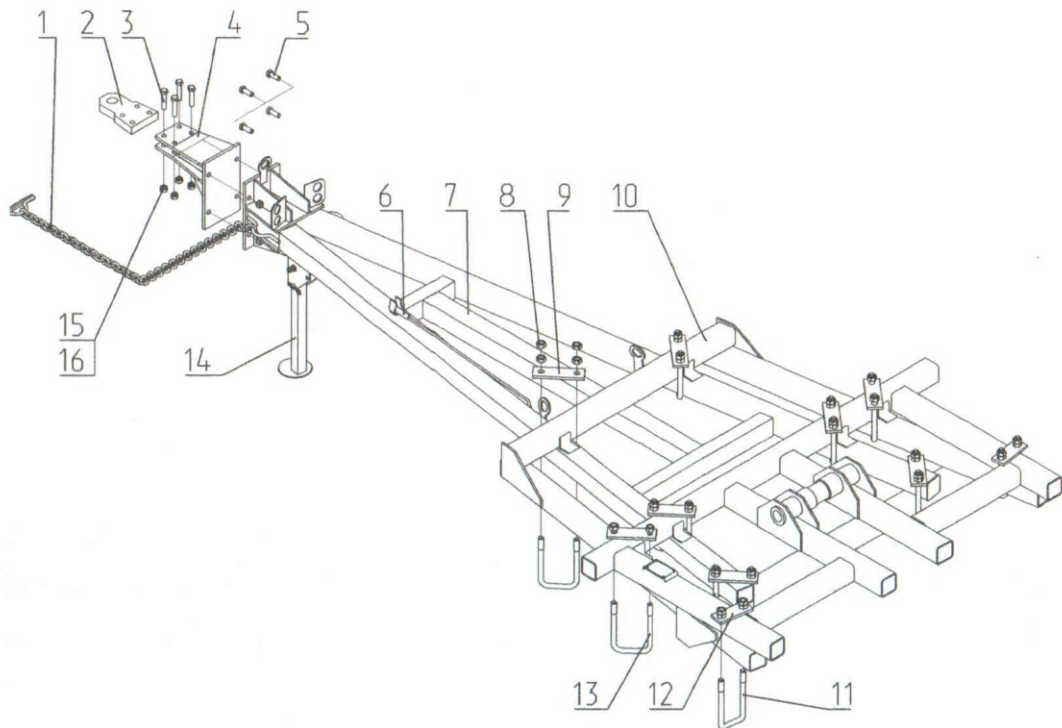

Рис.5 Закрепление сницы на центральной секции.
3.2 Сница (Рис.5) предназначена для присоединения прицепного культиватора к трактору и состоит из самой сницы поз.7, жестко закрепленной к удлинителю поз.10 скобами 11,13 и планками 9,12, который в свою очередь крепится к передней балке и трубам средней секции культиватора скобами 11,13 и планками 9,12. Для исключения продольного смещения на снице и удлинителе приварены упоры. К кронштейну сницы с помощью болтов закреплен кронштейн 4 с прицепной серьгой 2. На снице закреплена страховая цепь 1, транспортная опора 14 и чистик 9.